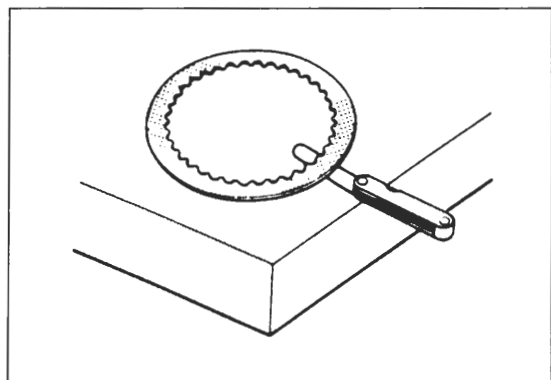

Bild 131
- Stärke der Kupplungsreibscheiben mit Messschieber messen, siehe Bild 131. Verschleissgrenze 600 F: 2,35 mm; 750 F: 1,82 mm.